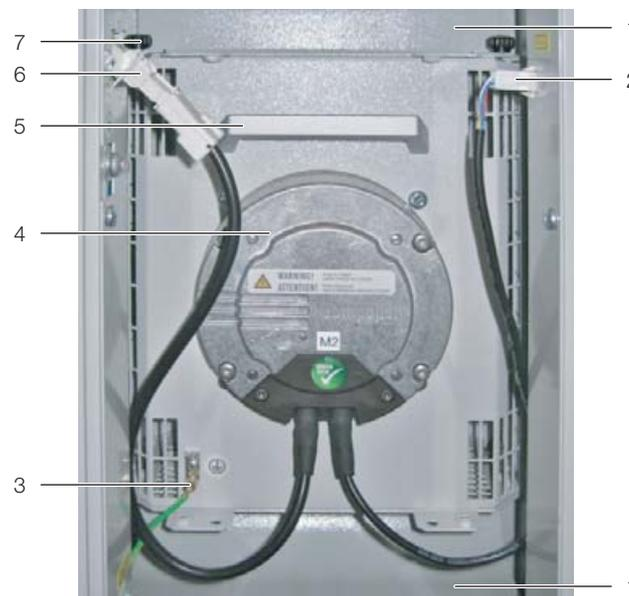

Imagen 19: Módulo de ventiladores
- Retire a izquierda y derecha los dos conectores c.c. y c.a. del ventilador (imagen 19, pos. 2 y 6).
- Desconecte los conectores de fusibles en el ventilador (imagen 19, pos. 3).
- Extraiga arriba y abajo y a izquierda y derecha dos tornillos moleteados (imagen 19, pos. 7) de las chapas de fijación del ventilador.